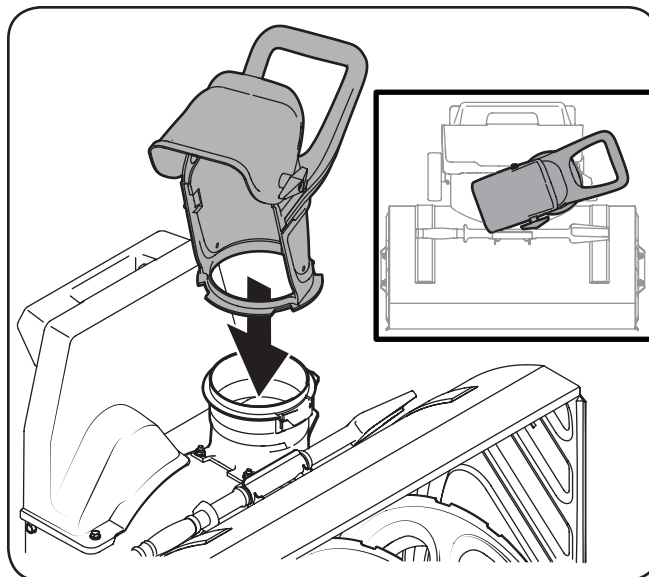

Figura 3-3
2. Coloque el canal de descarga, que se embla suelto en la caja, en el accesorio quitanieve, como se indica en la Figura 3-3.